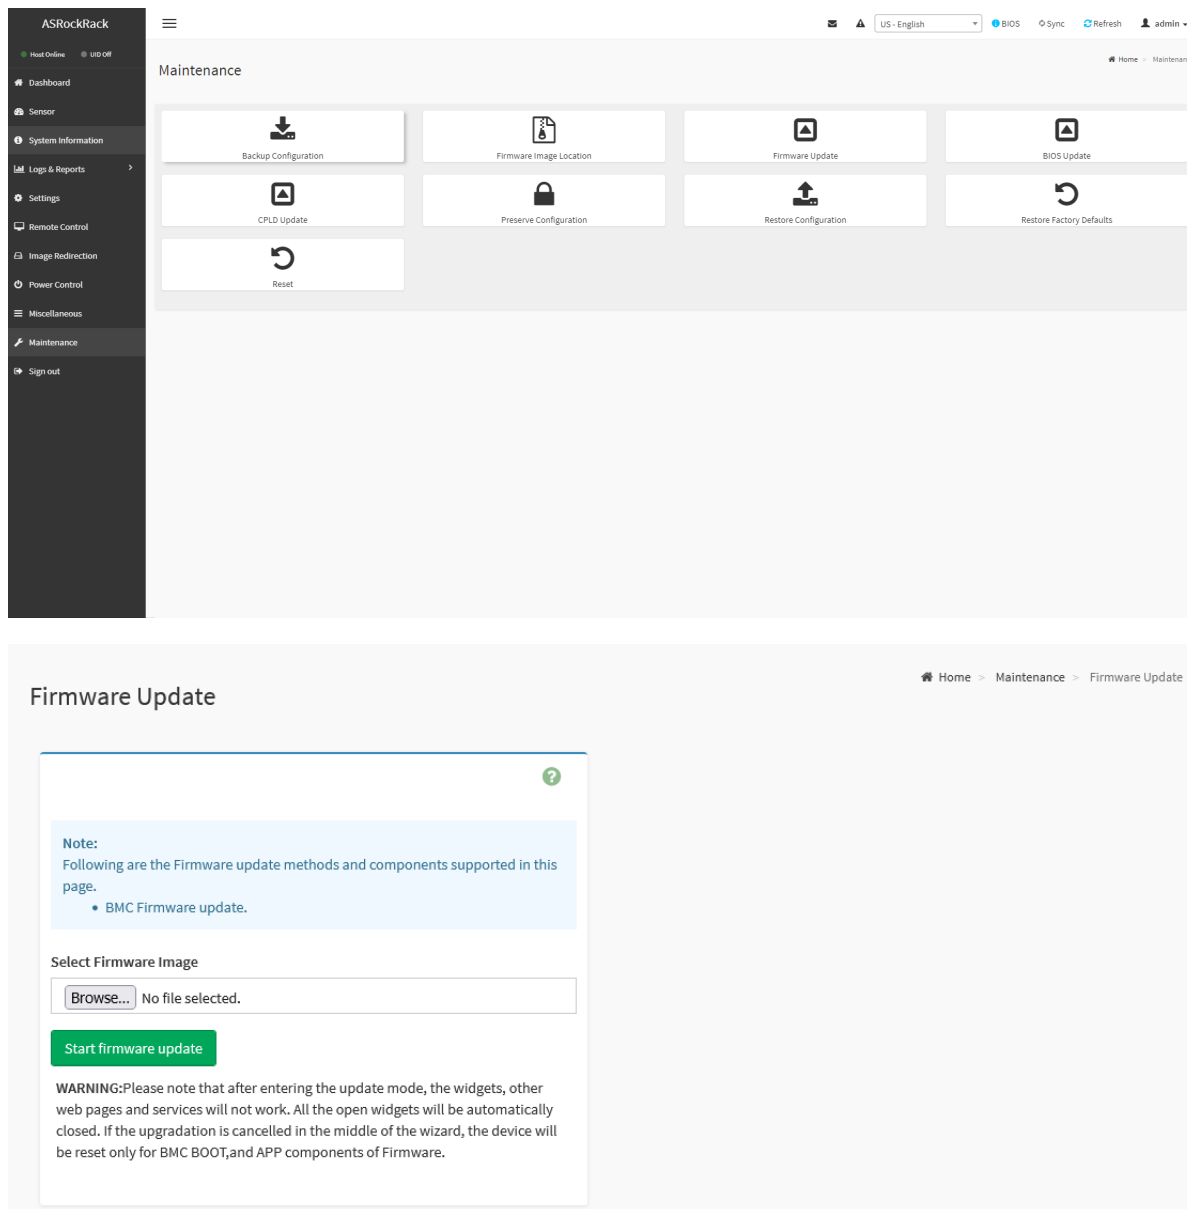

Рис. 92. Меню Firmware update
- 2) Пройдите во вкладку «Maintenance» → «Firmware update». Окно показано на рис. 92 Меню Firmware update